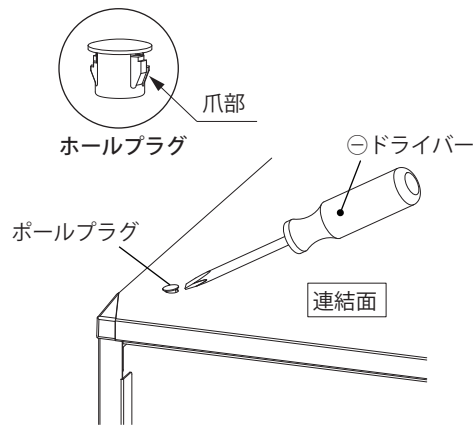

図7
2. ラック内側から連結面のホールプラグ(4か所)を指で押しながら、ラック外側のホールプラグの爪部(2か所)を⊖ドライバーで押し取り外してください。(図7)